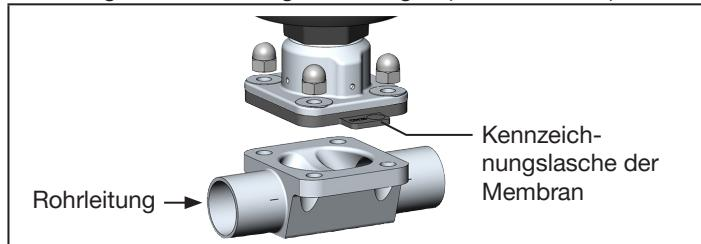

Bild 14: Membran ausrichten (Beispiel 2-Wege-Gehäuse)
→ Membran ausrichten. Die Kennzeichnungslasche der Membran muss im rechten Winkel zur Längsachse der Rohrleitung aus dem Ventilgehäuse ragen (siehe „Bild 14“).
- Membran ausrichten. Die Kennzeichnungslasche der Membran muss im rechten Winkel zur Längsachse der Rohrleitung aus dem Ventilgehäuse ragen (siehe „Bild 14“).